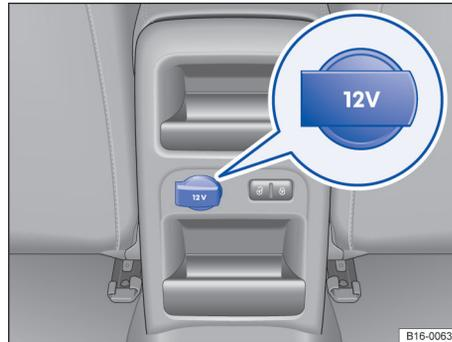

Fig. 112 Toma de corriente de 12 voltios en la consola central: versión 2.
- En la parte trasera de la consola central ⇒ fig. 112.